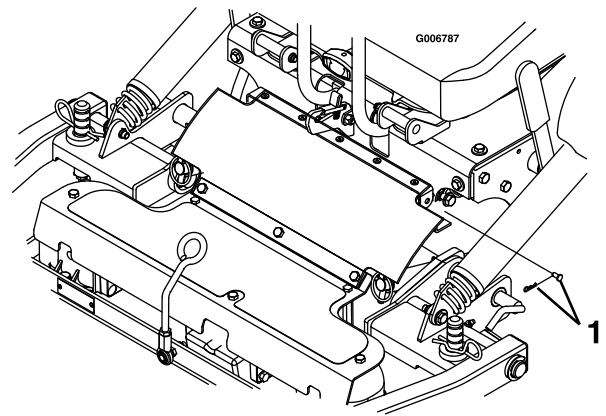

Figure 71
7. Retirez la goupille fendue et l'axe de chape des deux côtés de la protection de PDF (Figure 71).
6. Alignez la partie supérieure de la protection en caoutchouc de la PDF sur les pattes à l'avant de la console et fixez-la en position de chaque côté avec un axe de chape et une goupille fendue (Figure 71).